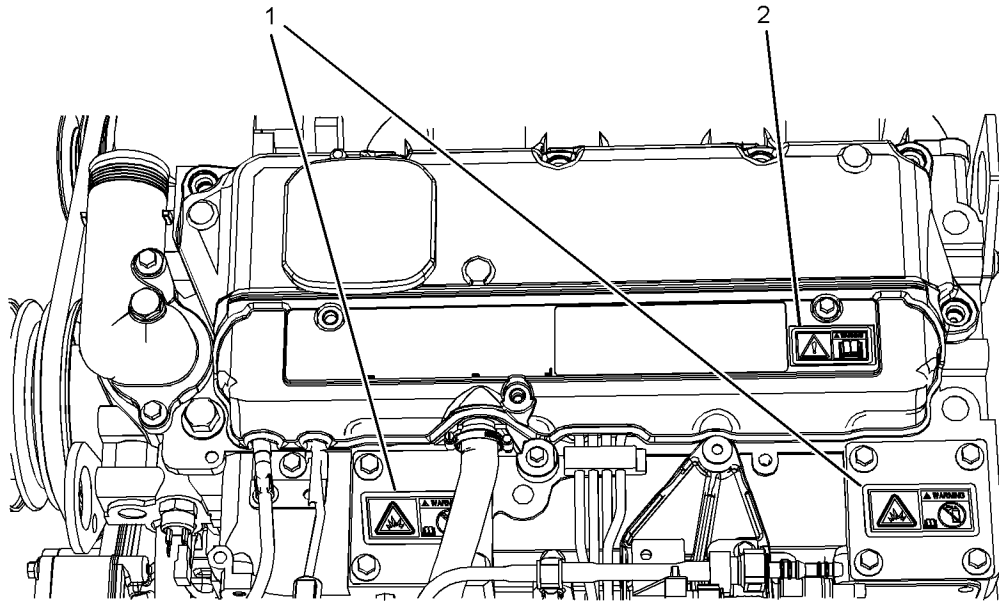

Abbildung 2
Das Schild Allgemeine Warnung (2) befindet sich hinteres Ende vom Ventilmechanismusdeckel. Siehe Abbildung 2 .
Das Äther-Warnschild (1) befindet sich auf dem Deckel des Ansaugkrümmers. Siehe Abbildung 2 .